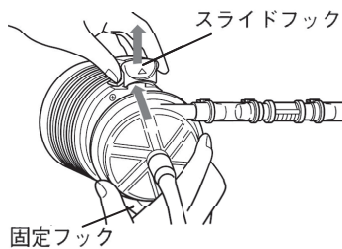

図 2
2. 本品を適応駆動装置のドライブモーターに装着する。スライドフックの動きに問題がないことを確認し、本品のリブを固定フックにさし込む（図2）。